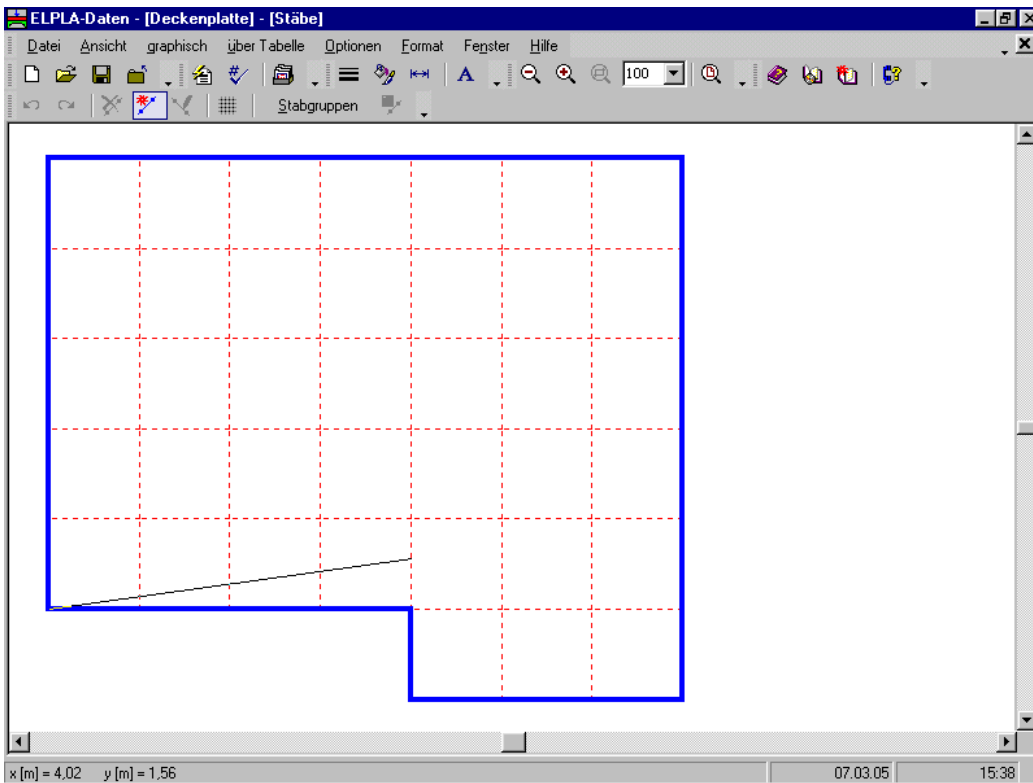
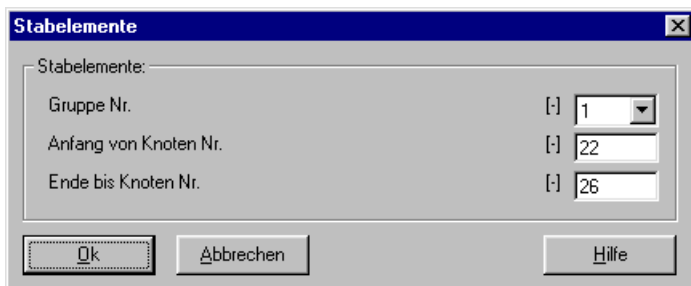

Bild 2-17 Einfügen eines Trägers mit der Maus
Bild 2-18 Dialogfeld "Stabelemente"
- Klicken Sie die linke Maustaste auf den Anfangsknoten des ersten Trägers und schleifen Sie mit der Maus bis zum Endknoten dieses Trägers (Bild 2-17), dann klicken Sie auf dem Endknoten. Das Dialogfeld "Stabelemente" im Bild 2-18 mit der Nr. des Anfangsknotens 5 und des Endknotens 9 erscheint